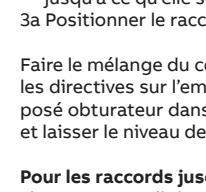

Figure 4
5. Serrez l'écrou presse-étoupe jusqu'à ce que le joint soit scellé de manière appropriée ou au couple maximum spécifié (voir tableau). La garniture doit couvrir de manière uniforme la gaine extérieure du câble. Assurez-vous que le câble demeure centré afin d'obtenir une étanchéité optimale (Figure 4).